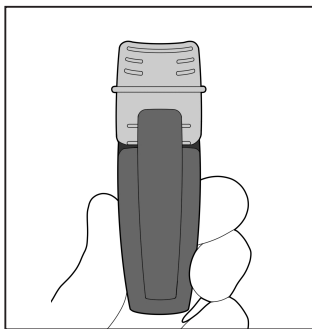

Fig. 11
1. Assicurarsi che IntegraBite sia correttamente assemblato con applicatore e piastra del morso allineati verticalmente (Fig. 11).